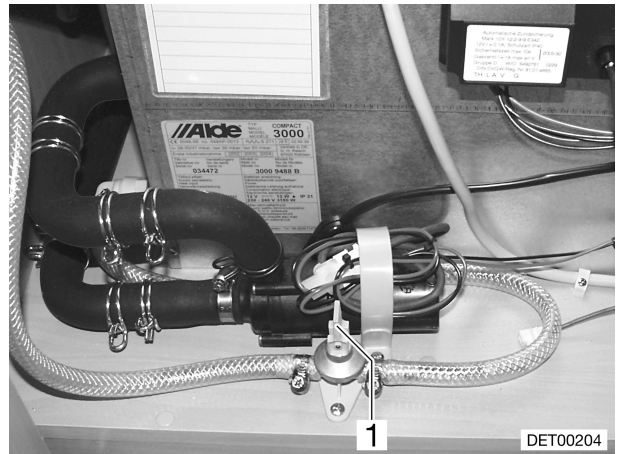

Bild 110 Ablasshahn
- Ablasshahn schließen. Dazu den Kipphebel (Bild 110,1) waagrecht stellen.
- Ablasshahn öffnen. Dazu den Kipphebel (Bild 110,1) senkrecht stellen. Der Boiler wird über den Ablasshahn nach außen entleert.